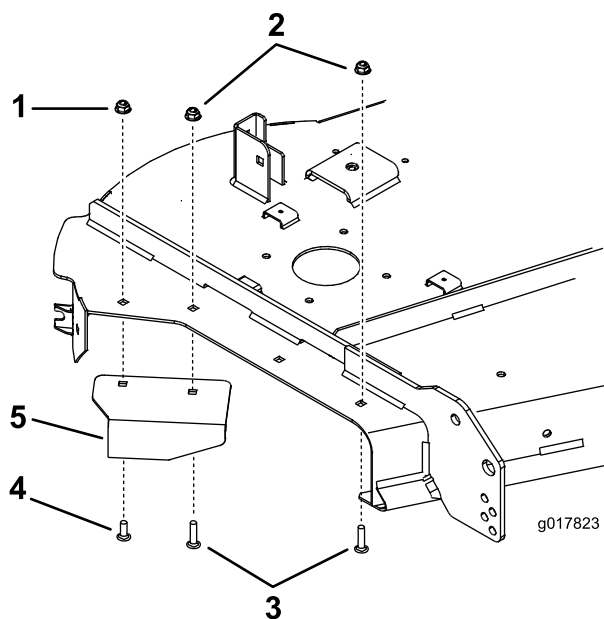

Figura 25
3. Coloque el deflector nuevo con un perno de cuello cuadrado (5/16 x 1") y una tuerca (5/16") del deflector que retiró anteriormente (Figura 25). Utilice un perno nuevo (5/16" x 1-3/8") y una tuerca con arandela prensada (5/16") para sujetar un lado del deflector (Figura 25).
4. Instale un perno de cuello cuadrado y una tuerca con arandela prensada en el taladro delantero indicado en Figura 25.